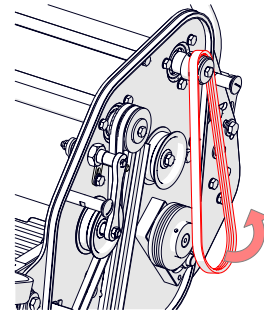

Fig. 16I - Retirar y sustituir la correa
- Aparte la polea tensora. Retire la correa y sustitúyala (si fuera necesario) (Fig. 16I).